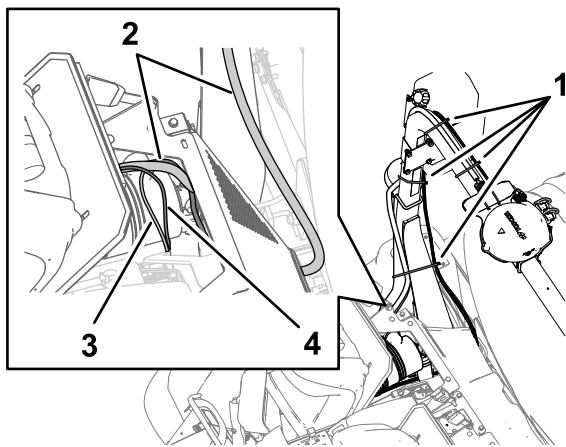

Figure 142
1. Acheminez la branche du faisceau de données de 302 cm (119 po) du faisceau électrique (Figure 142) munie du connecteur à 4 broches étiqueté CAN 2 ASC 10 BUS jusqu'à la zone de connexion des faisceaux avant et arrière de la machine; voir la Figure 92 sous Branchement des faisceaux de câblage avant et arrière (page 44).
2. Acheminez la branche du faisceau de données de 34 cm (13½ po) (Figure 142) munie du connecteur à 4 broches étiqueté CAN 2 ASC 10 BUS jusqu'à la zone de connexion des faisceaux avant et arrière de la machine; voir la Figure 92 sous Branchement des faisceaux de câblage avant et arrière (page 44).